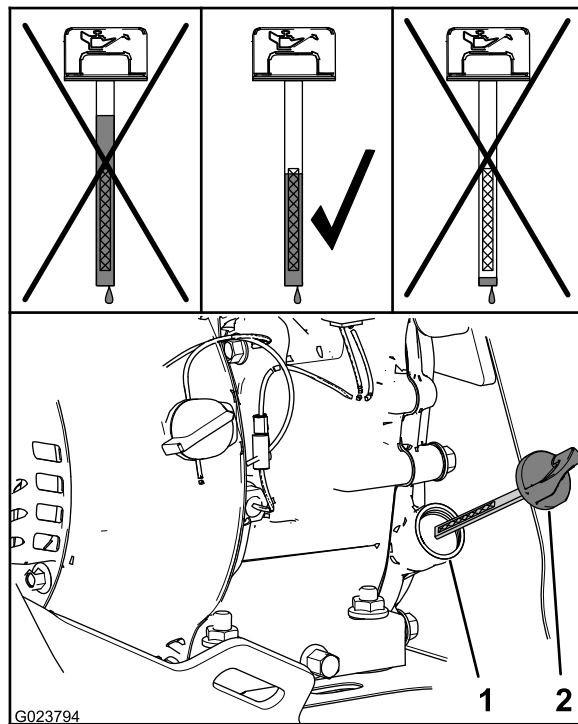

Bild 28
2. Nehmen Sie den Peilstab heraus und prüfen Sie den Ölstand (Bild 28).
Hinweis: Der Ölstand sollte über der Markierung am Peilstab liegen (Bild 28).
- A. Füllen Sie das angegebene Öl in den Füllstutzen (Bild 28).